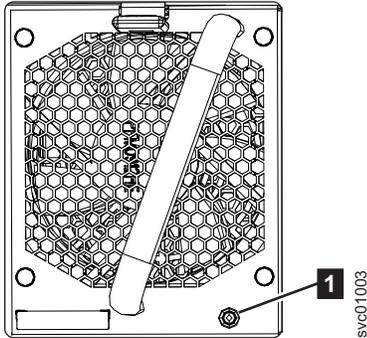

図 81. ファン・モジュール LED
1. 交換するファン・モジュールを確認します。ファン・モジュールの前面にあるオレンジ色の LED (図 81 の **1**) が点灯している場合は、障害を示しています。